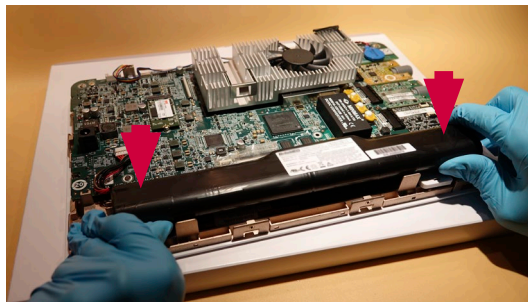

Abbildung 15 Ein neuer Akku wird mit dem Klebeband nach unten eingelegt
- d) **Setzen Sie den neuen Akku ein (Abbildung 15)**